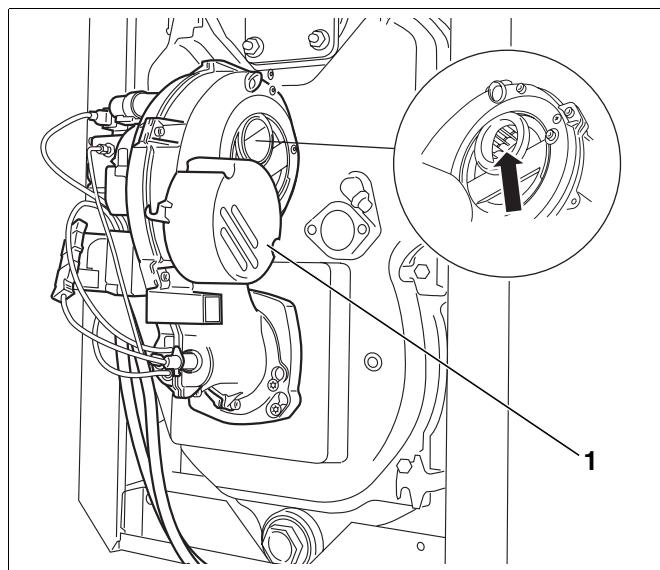

Рис. 24 Проверка крыльчатки вентилятора
- Глушитель на всасывании повернуть вниз (рис. 24, **поз. 1**).
- Проверить загрязнение крыльчатки вентилятора (рис. 24).